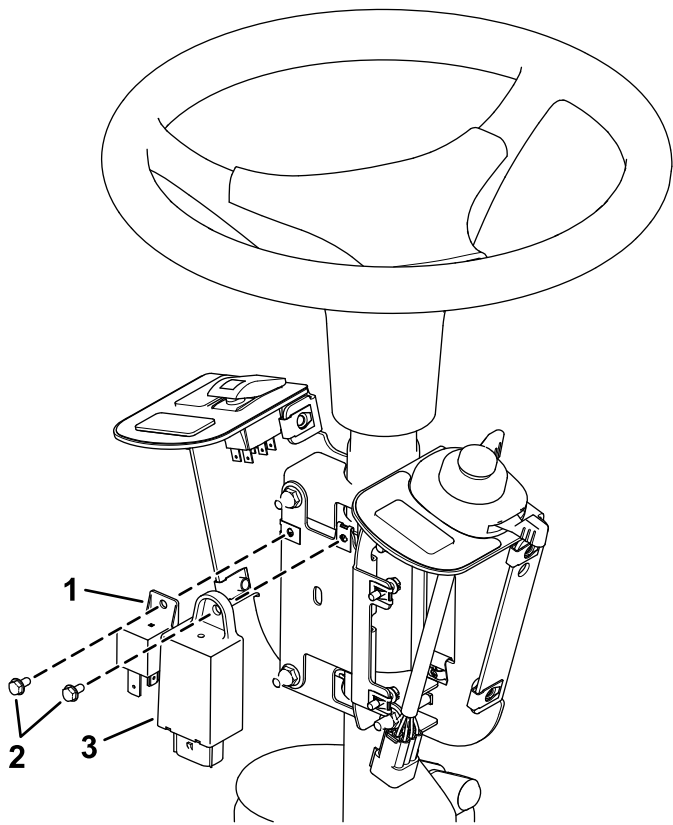

Figura 7
- Montate il lampeggiante e il relè sulla piastra di supporto fusibili con 2 viti (n. 10 x 3/8"), come mostrato nella Figura 7